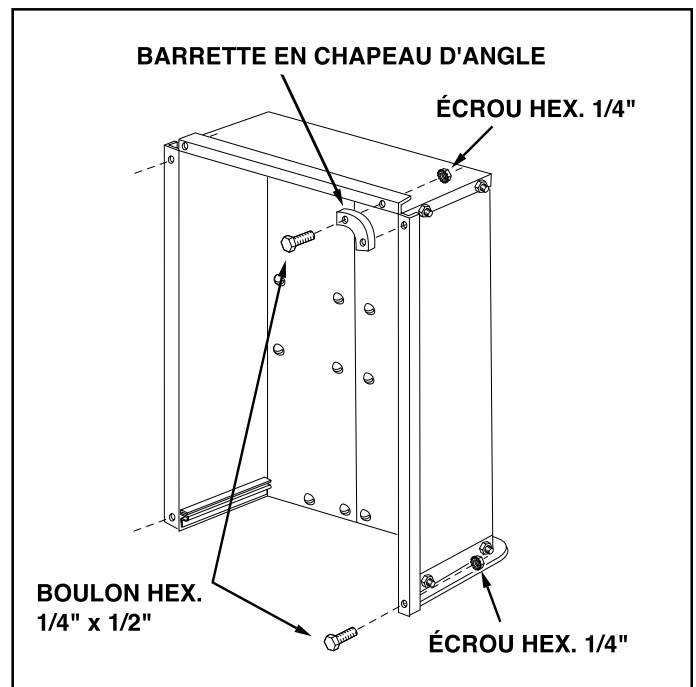

FIGURE 8
12. Assemblez les deux barrettes en chapeau d'angle aux coins avant de la remorque en utilisant quatre boulons hex. 1/4" x 1/2" et des écrous hex. 1/4". Assemblez aussi deux boulons hex. 1/4" x 1/2" et les écrous hexagonaux 1/4" aux deux coins arrière de la remorque. **SERREZ.** Voir figure 8.